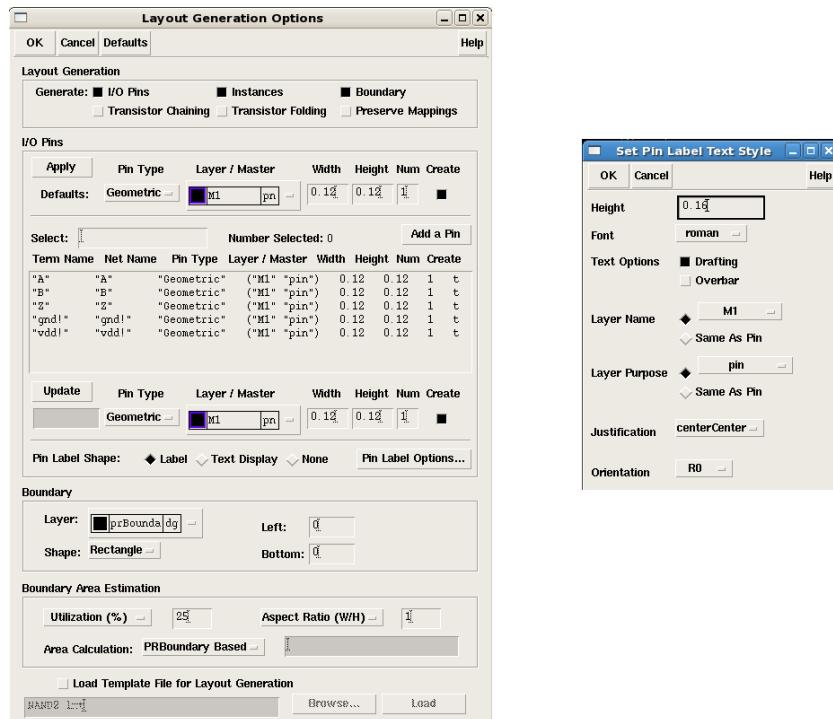
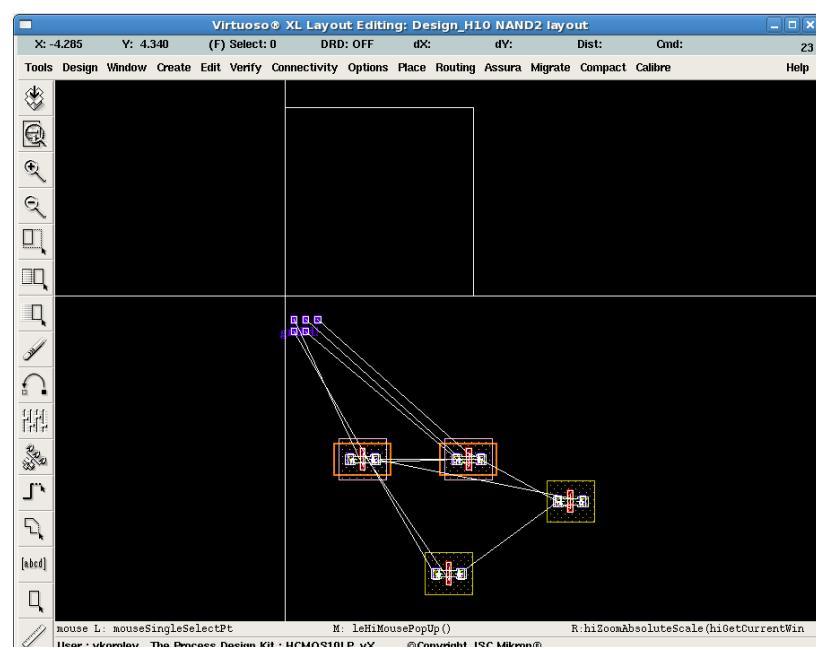

Рис. 6.2. Установка параметров для генерации топологии.
Рис. 6.3. Результат генерации топологии с помощью Virtuoso XL Layout.
3) В появившемся окне Virtuoso XL Layout выбрать пункт меню *Design->Gen from source....*. В открывшемся диалоговом окне нужно задать все необходимые параметры для генерации топологии: слой для прорисовки выводов, размеры выводов, слой границы ячейки, параметры меток выводов и т.д. (см. рис. 6.2). После выбора всех необходимых параметров генерации в окне Virtuoso XL появятся топологические представления элементов электрической схемы (рис. 6.3).